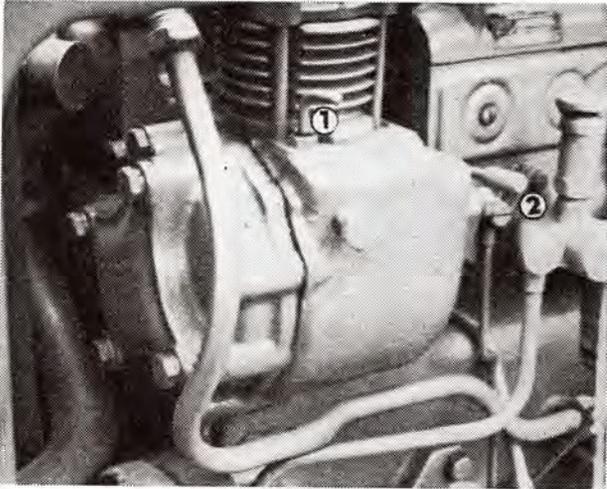
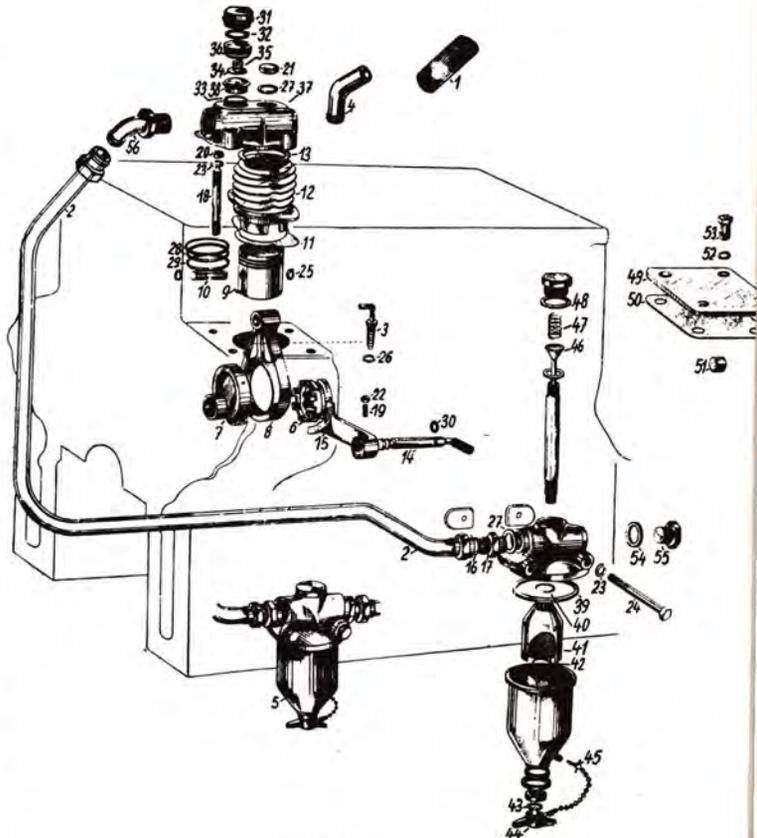

Abb. 64
Abb. 65
Der Luftverdichter ist an der linken Seite des Kurbelkastens anmontiert. Er wird durch einen Exzenter der Einspritzpumpen-Antriebswelle angetrieben. Die Einschaltung wird bei angehobener Sicherung (Abb. 64/1) mit einem Hebel (Abb. 64/2), der die Zahnkupplung betätigt, durchgeführt.
Der wichtigste Teil des Luftverdichters ist der Luftverdichterkopf (Abb. 65/37), in dem das Saug- und Druckventil angeordnet ist. Der Luftverdichter wird entweder zum Auffüllen der Reifen mit Hilfe eines Schlauches oder für die Druckluftbremsanlage benutzt.
8. Der Gummi-Saugschlauch (Abb. 65/1) ist abziehen und die Mutter (Abb. 65/56) des Füllerrohres auszuschrauben.
9. Vier Muttern M 8 (Abb. 65/20) sind von den Schrauben des Zylinderkopfes des Luftverdichters
10. Die Schaltsicherung (Abb. 65/3) ist auszuschrauben, die Schiebehülse in den Eingriff einzuschieben.
- Der Exzenter (Abb. 65/7) ist in die Pleuelstange (Abb. 65/8) und die Pleuelstange mit Kolben in das Luftverdichtergehäuse so einzusetzen, dass der Mitnehmer des Exzenters mit der Schiebehülse verbunden ist.
Anmerkung: Bei der Montage des Luftverdichters auf den Schlepper, der nicht mit einem Luftverdichter ausgestattet war, sind zuerst vier Schrauben M 8 (Abb. 65/53) des Luftverdichterdeckels (Abb. 65/49) auszuschrauben und der Deckel ist abzunehmen. Weiters ist nach Anleitung vorzugehen.
Die Druckluftbremsen dienen zum Abbremsen des Anhängers. Sie bestehen aus Luftverdichter, Ölabscheider, Luftdruckausgleicher, Luftbehälter, Bremsventil und Kupplungskopf mit Klappe. Durch Umstellen des Einrückhebels (Abb. 64/2) wird der Luftverdichter in Tätigkeit gesetzt. Vom Luftverdichter wird die Druckluft über den Reifenfüller (Abb. 65/5), den Druckausgleicher, den Luftbehälter und den Anschluss zum Druckmesser und über das Bremsventil in den Kupplungskopf mit Klappe geleitet.